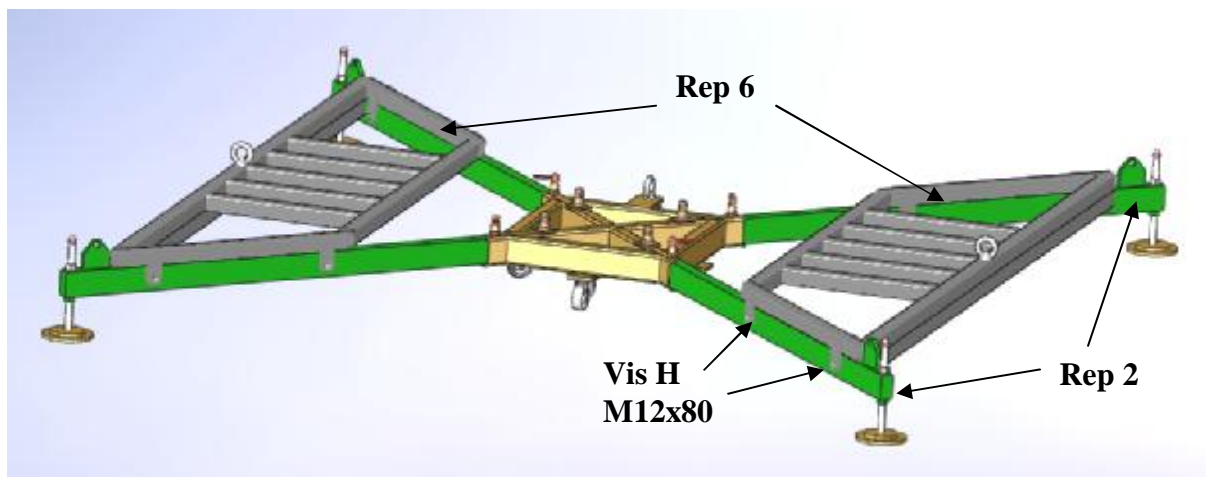

fig.4
b) Placer les deux châssis support lest (rep 6) sur les pieds (rep 2) et les boulonner avec des vis H M12 x 80, (fig. 4).